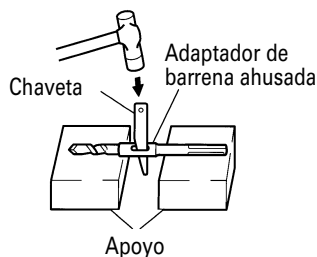

Fig. 10
- (2) Ponga en ON el interruptor de alimentación y perfora un agujero de base.
- (3) Después de eliminar el polvo con una jeringa, fije la clavija en la extremidad del anclaje e introduzca el anclaje con un martillo de mano.
- (4) Para sacar la broca con la barrena ahusada introduzca una chaveta en la ranura del adaptador de barrena ahusada, ponga apoyos debajo del martillo perforador y golpee la chaveta con un martillo de mano. (Fig. 10)